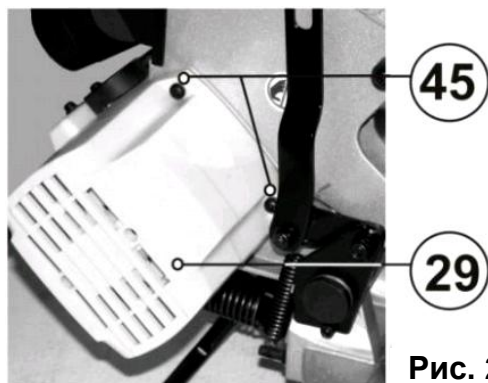
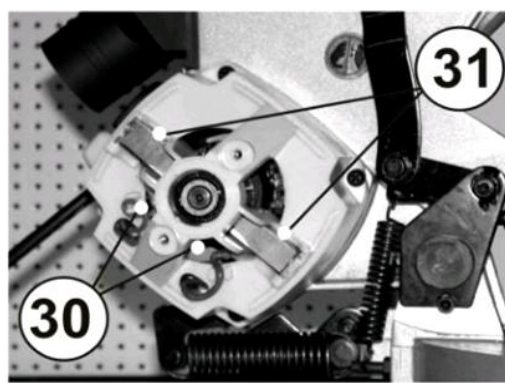

Рис. 28
Рис. 29
- Установите новый ремень (28)(См. Рис. 28), вращая шкивы (27) мотора и шпинделя.
- Вращайте шкивы (27) до тех пор, пока ремень (28) будет полностью установлен в пазы шкивов (См. Рис. 28).
- Извлеките, винты (45) на крышке кожуха (29)(См. Рис. 28) и снимите кожух мотора. Щетки находятся в двух щеткодержателях (31)(См. Рис.29).
- Извлеките два плоских контакта (30), а затем щеткодержатели (31)(См. Рис.29).